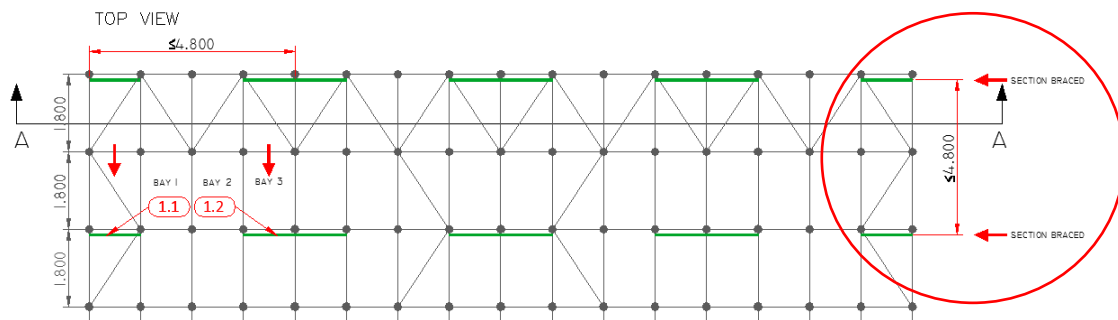

图8.8.6 竖向斜杆（纵向）支架纵间距1.2m 平面图
- 纵立面竖向斜杆在横向的间距不得大于 4.8m。如图 8.8.6。